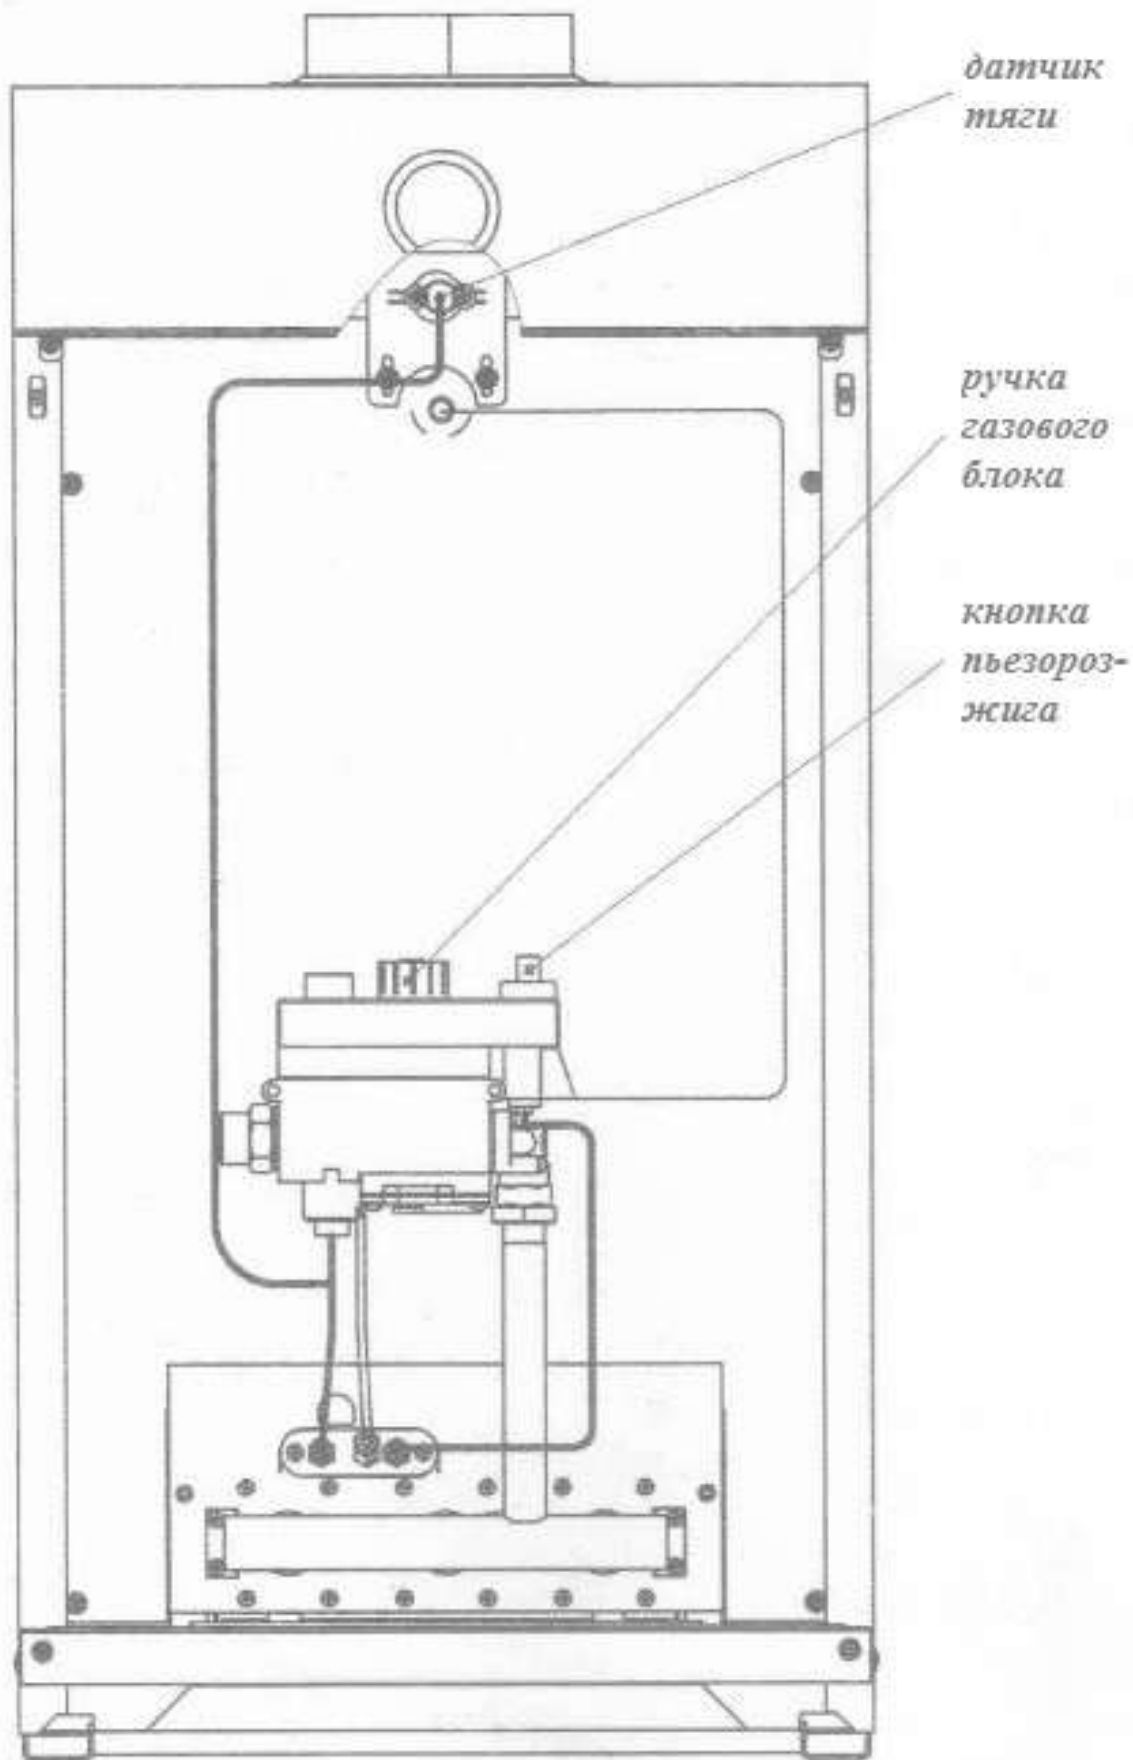

Рис.17. Особенности аппарата ГИДРОТЕРМ «Алтай» 25 (дверца не показана)
- 8.3.2. Нажать на кнопку «Розжиг» до упора и, удерживая её, произвести 2-3 нажатия на кнопку пьезорозжига (см. рис.17). Допускается розжиг производить спичкой через смотровое окно.